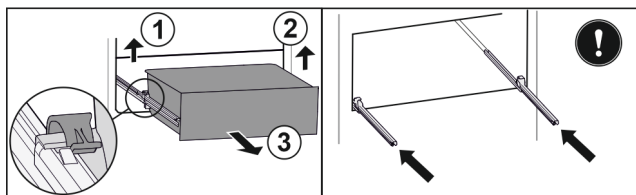

Fig. 113
- ▶ Sollevare il morsetto sinistro e allo stesso tempo tirare in avanti il cassetto sinistro. Fig. 113 (1)
- ▶ Sollevare il morsetto destro e allo stesso tempo tirare in avanti il cassetto destro. Fig. 113 (2)
- ▶ Rimuovere il cassetto tirandolo in avanti. Fig. 113 (3)